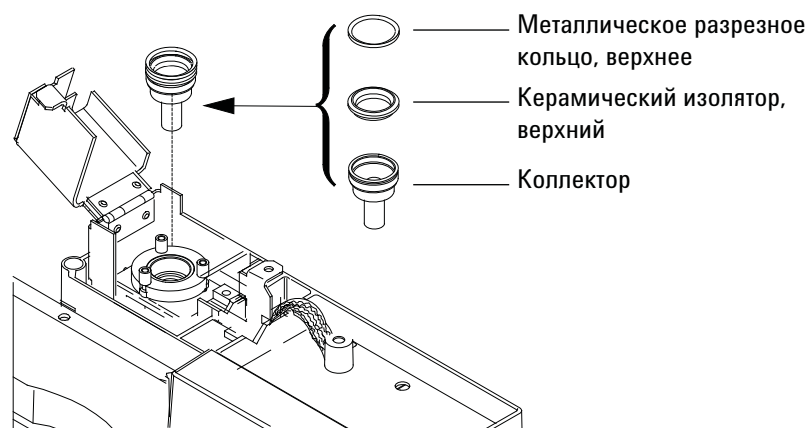

Рис. 5 Коллектор АФД, верхний изолятор и металлическое разрезное кольцо.
- 20 Установите нижнее металлическое разрезное кольцо, нижний керамический изолятор и верхнее металлическое разрезное кольцо. См. информацию, которую содержит Рис. 5.